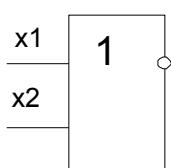

Рис. 159
- 4.** Элемент Пирса. Этот элемент, реализующий функцию отрицания дизъюнкции, называется ИЛИ-НЕ (смотрите рис. 159, 160). $y = x_1 \vee x_2$.